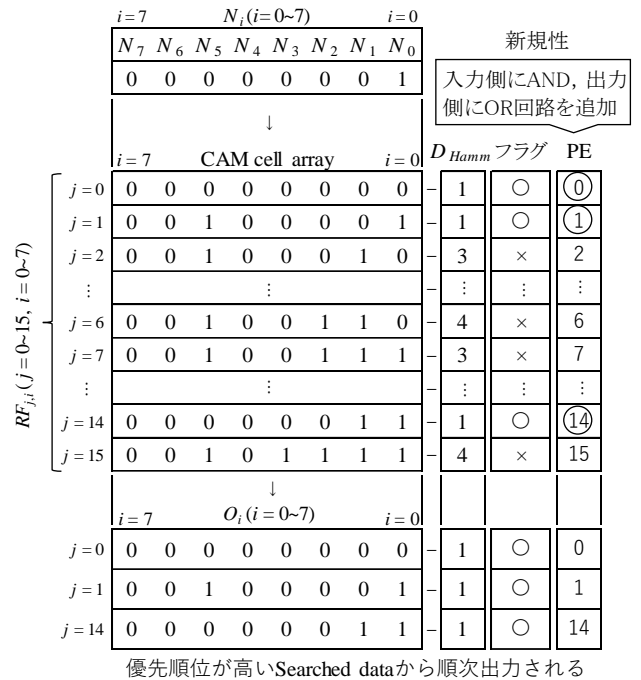

図 2. 提案 H-CAM の読み出し動作
提案最小距離 H-CAM の読み出し動作を図 2 に示す。 $N_i (i = 0 \sim 7)$ は Input data, $RF_{j,i} (j = 0 \sim 15, i = 0 \sim 7)$ は Reference data, $O_i (i = 0 \sim 7)$ は Searched data である。始めに N_i と $RF_{j,i}$ を並列に照合し、 N_i に対して D_{Hammm} が最小の $RF_{j,i}$ にフラグを立てる。提案最小距離 H-CAM は、優先選択を行うプライオリティエンコーダ (PE) の入力側に AND 回路、出力側に OR 回路を追加しているため、フラグが複数立った場合でもフラグが立った D_{Hammm} が最小の $RF_{j,i}$ を O_i に優先度が高いものから順次読み出すことができる。AND 回路は二つの異なるラッチの出力、OR 回路はラッチとプライオリティエンコーダの出力によって制御される。また、 O_i はラッチによってワード線にハイレベルが印加されることでの順次読み出しが行われる。合計のクロック信号は計 4 つである。
提案最小距離 H-CAM を Rohm 0.18 μ m プロセスで設計した。HSPICE シミュレーションにより、図 2 と同様の結果が得られた。図 2 から、 $N_i (i = 0 \sim 7)$ に最も類似している D_{Hammm} が 1 である 3 つの $RF_{j,i} (j = 0, 1, 14, i = 0 \sim 7)$ が順次 O_i に読み出されていることが確認できた。